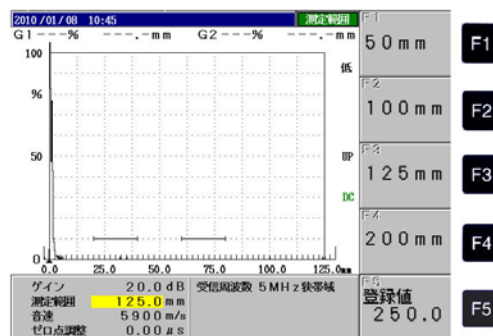

図4 測定範囲の画面
① **7** PRS キーを押すと図4が表示される。**F3** キーを押して測定範囲を125mmにする。